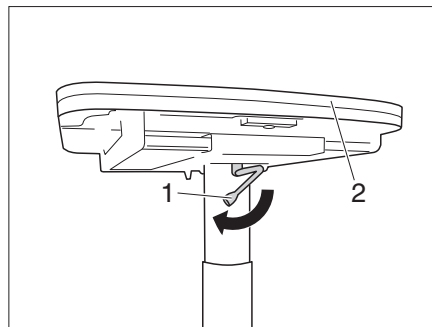

Fig. 102 Abaisser la table
- Basculer le levier de verrouillage (Fig. 102,1) vers la gauche. Le verrouillage est ouvert.
- Presser vers le bas le plateau de table (Fig. 102,2) au centre et le maintenir enfoncé.
- Basculer le levier de verrouillage (Fig. 102,2) vers la droite. La table à hauteur réglable est verrouillée.